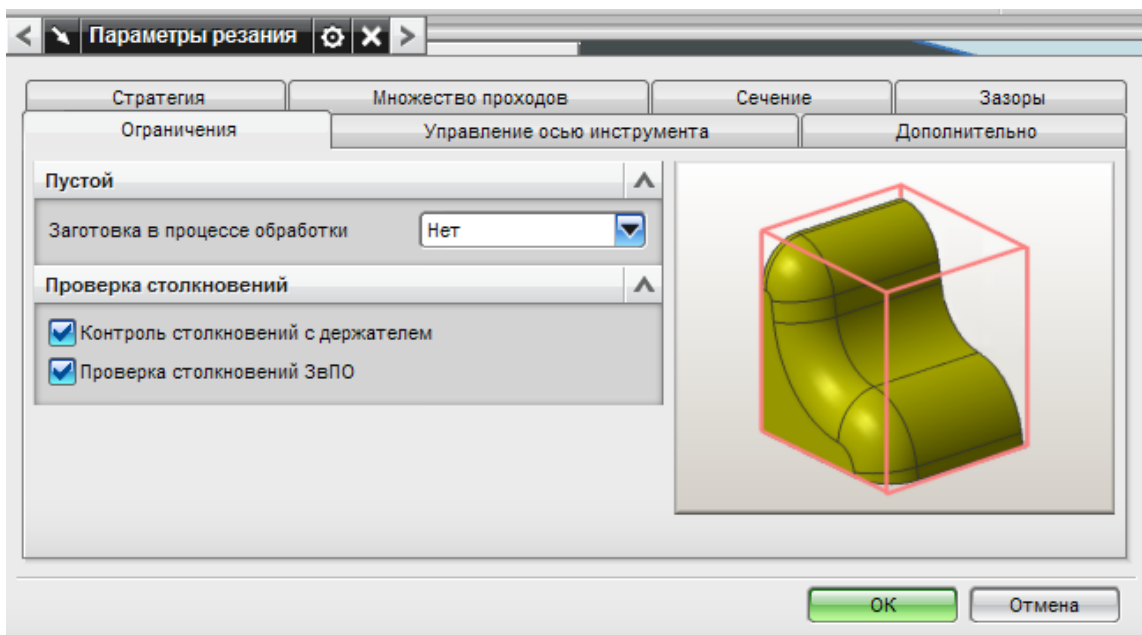

Рис. 2.57. Включение опций проверки столкновений
- включите опции **Контроль столкновений с держателем** и **Проверка столкновений ЗвПО** (см. рис. 2.57);